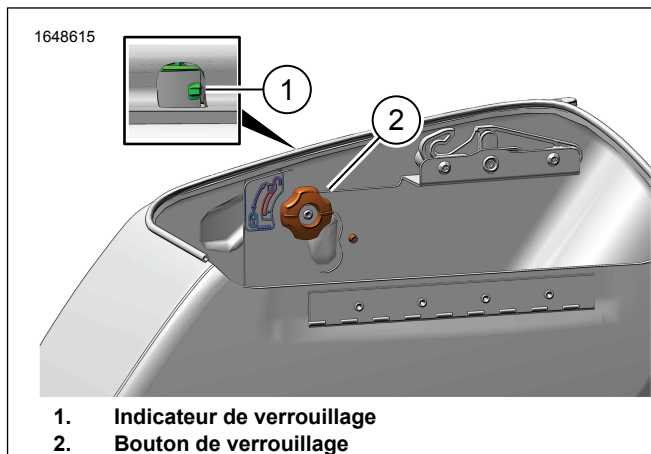

Figure 8. Bouton de verrouillage/Indicateur
1. Figure 8 Le bouton de verrouillage de la sacoche (2) doit être en position déverrouillée.
- a. Tirer le bouton de verrouillage (2) vers l'extérieur et tourner jusqu'à la position verrouillée.
- b. Figure 8 L'indicateur de verrouillage est **rouge** en position déverrouillée.
- a. Figure 8 L'indicateur de verrouillage est **vert** lorsque la sacoche est bien verrouillée sur le véhicule.
- b. Figure 8 Si l'indicateur de verrouillage (1) ne s'est pas verrouillé automatiquement, tourner le bouton de verrouillage (2) jusqu'à la position verrouillée.
2. Figure 8 Tirer sur le bouton de verrouillage (2) et le tourner jusqu'en position déverrouillée tout en faisant glisser la sacoche vers l'arrière.